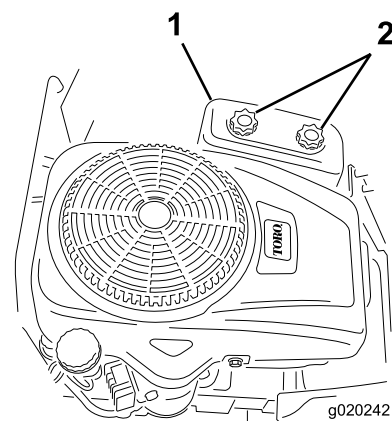

Figura 38
4. Togliete il coperchio del filtro dell'aria svitando le 2 manopole (Figura 38).